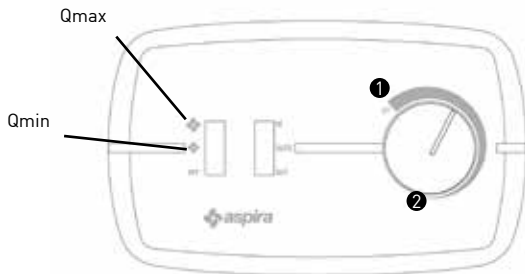

Fig. 14
Si, par exemple en hiver, la température externe est de -15°C , et donc la différence de température ΔT entre l'extérieur et l'intérieur est élevée, tournez la poignée en position (1). Au contraire, par une journée de printemps, ou la différence de température ΔT est minimale ou proche de zéro, tournez la poignée en position (2) (fig. 14).